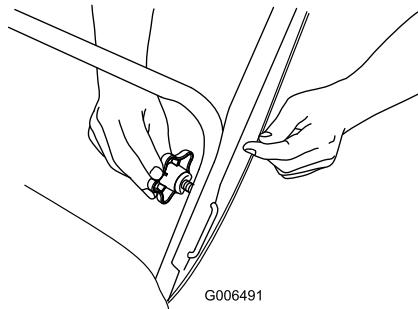

Figure 5
1. Dispositifs de blocage en "U" (2)      2. Boutons de guidon
2. Insérez le dispositif de blocage en "U" dans le trou libre du guidon et serrez fermement les boutons du guidon (Figure 5).